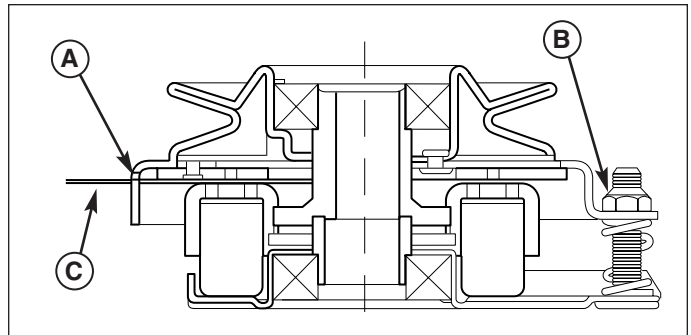

Abb. 35. Einstellung Zapfwellenkupplung
3. Wie in der Abbildung gezeigt, durch jedes Fenster eine 2,5 mm - 4 mm Fühlerlehre (C) zwischen der Stirnseite des Rotors und der Stirnseite der Befestigung einführen (Abb. 35).